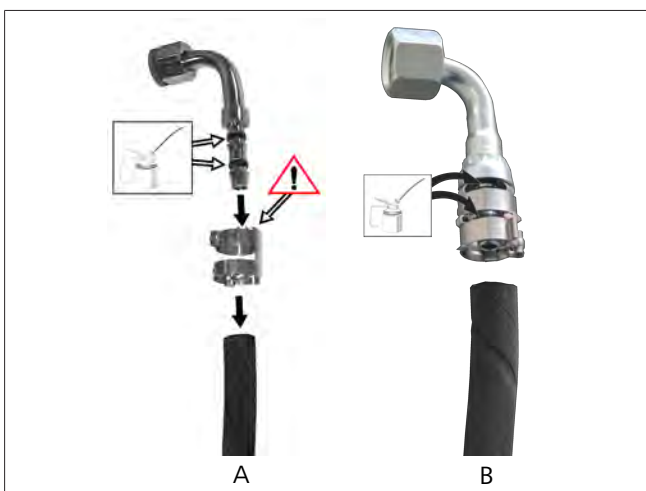

Fig. 20 Lubrificare i raccordi
- Montaggio con fascette separate: vedere Fig. 20, parte A.
- Montaggio con fascetta fissa: vedere Fig. 20, parte B.